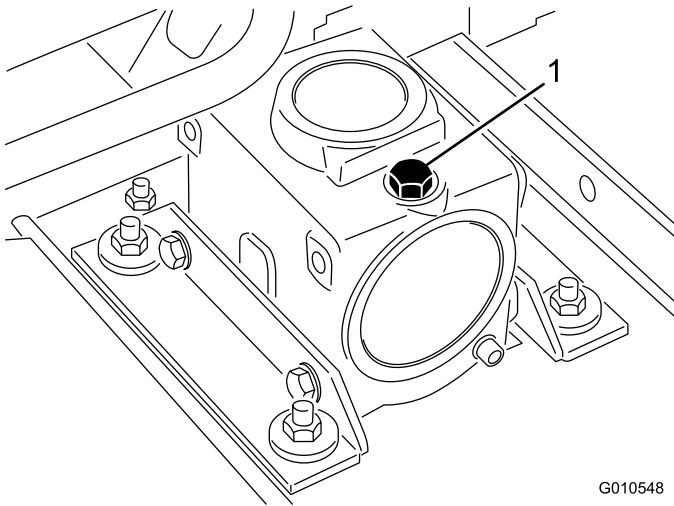

Bild 5
2. Nehmen Sie den Ölpeilstab bzw. die Ablassschraube oben am Getriebe ab (Bild 5) und stellen Sie sicher, dass der Schmiermittelstand zwischen den Marken am Peilstab liegt. Wenn der Schmiermittelstand niedrig ist, füllen Sie Schmiermittel ein, bis der Stand zwischen den Markierungen liegt.